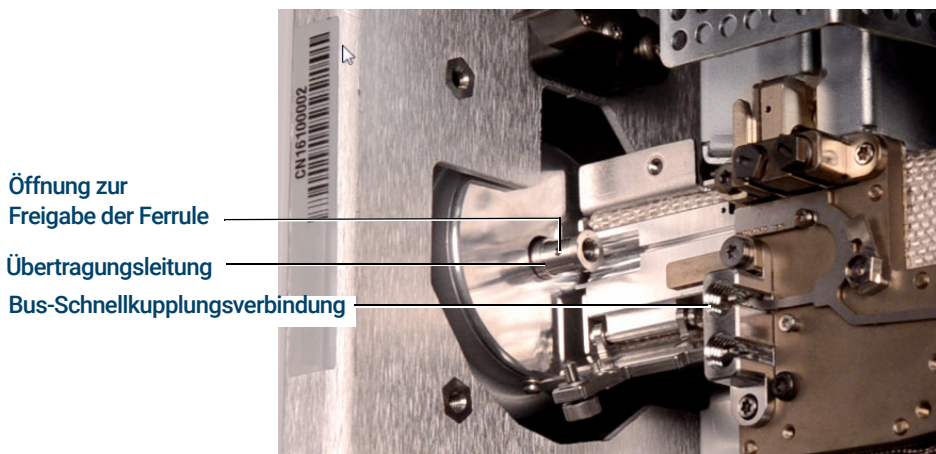
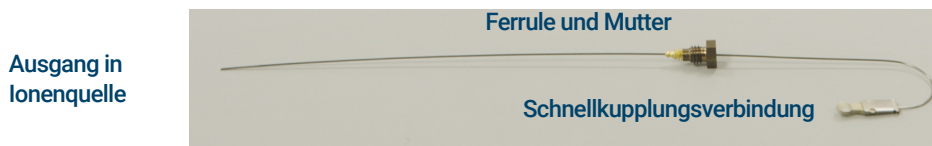

Abbildung 15. Geöffnete Klemme der MS-Tail-Heizelementeinheit mit entferntem 9000 GC/MS-Tail
Abbildung 16. Vom GC/MSD-Interface entfernter 9000 GC/MS-Tail
- 12 Entfernen Sie den 9000 GC/MS-Tail aus der Übertragungsleitung und dem Bus (siehe **Abbildung 15** und **Abbildung 16**). Wenn die Ferrule verklemt, drücken Sie einen spitzen Gegenstand, beispielsweise eine Büroklammer, in die Öffnung, um die Ferrule am Ende der Übertragungsleitung zu lösen.